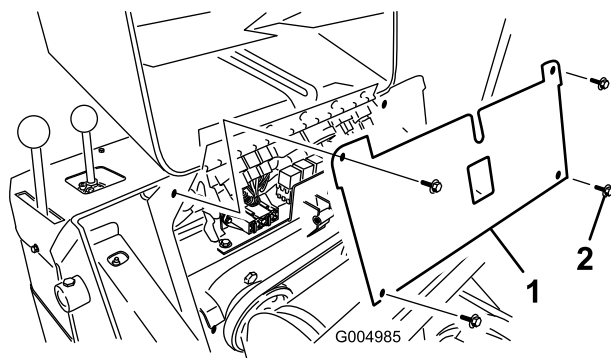

Figure 35
- Retirez les 4 vis de fixation du panneau de fusibles et tirez le panneau vers vous puis vers le haut pour le déposer (Figure 35).